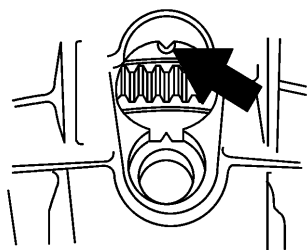

图 11-16 1 缸上止点标记
- 2) 旋转曲轴至 1 缸压缩上止点, 使得飞轮上的记号与离合器上的标志对齐 (图 11-16)。